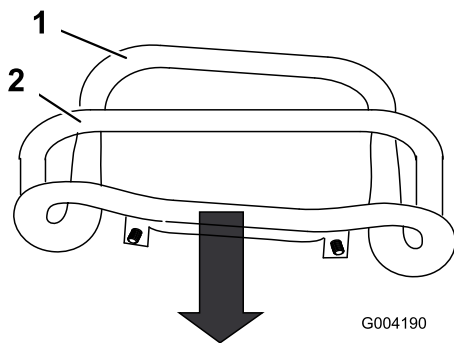

Рисунок 49
3. Потяните рычаг управления тягой назад, чтобы передняя часть рычага коснулась контрольной штанги (Рисунок 49).